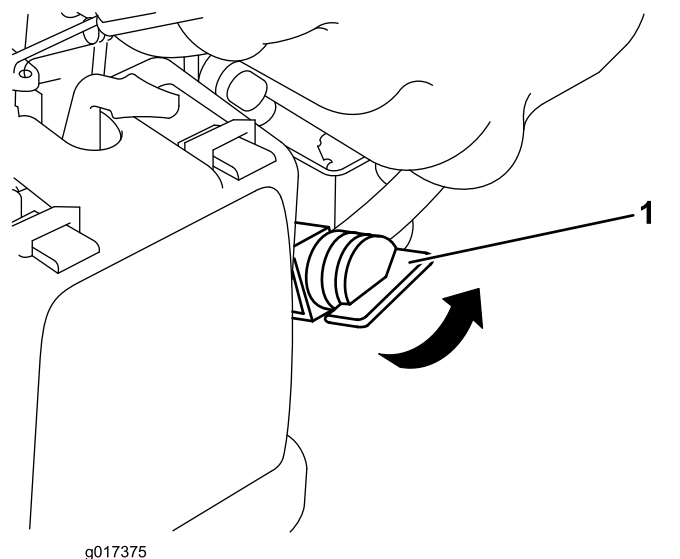

Figure 12
2. Tournez le robinet d'arrivée de carburant en position OUVERTE (Figure 12).